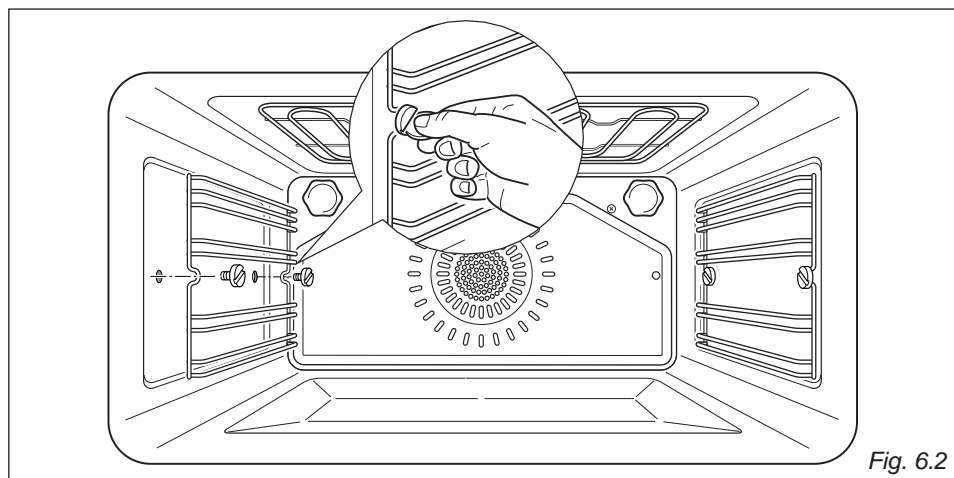

Fig. 6.2
- Montare i telai laterali fissandoli alle pareti del forno con 2 viti (fig. 6.2).
- Avvitare i telai laterali alle pareti del forno (fig. 6.2).